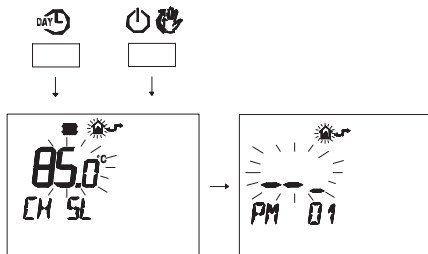

Fig. 5.56
- Premere contemporaneamente i pulsanti DAY L e \mathbb{P} per entrare nella programmazione trasparente (Fig. 5.56).